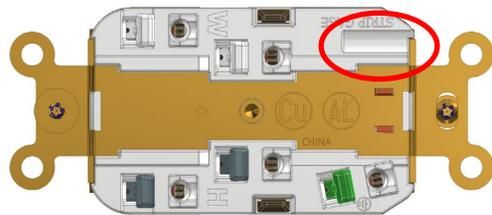

Fig. 5
- Pele cada conductor de acuerdo con el calibre de pelado ubicado en la parte posterior del receptáculo, como se muestra en la Fig. 5.